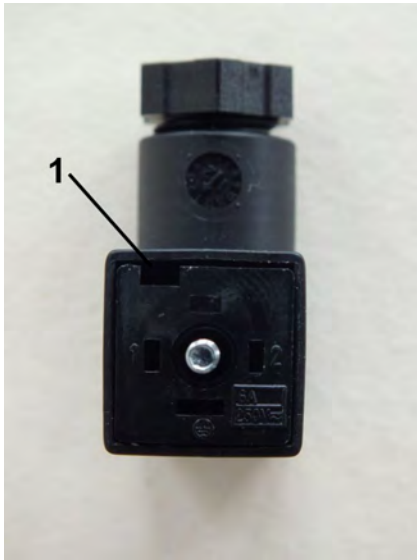

Abb. 24: Innenteil lösen
3.  Steckereinsatz aus der Steckerdose entnehmen. Hierzu einen Schlitzschraubendreher in den Schlitz (Abb. 24/1) führen und Innenteil vorsichtig heraushebeln
7.  Steckereinsatz (Abb. 24) wieder in die Steckerdose führen und drücken, bis es einrastet